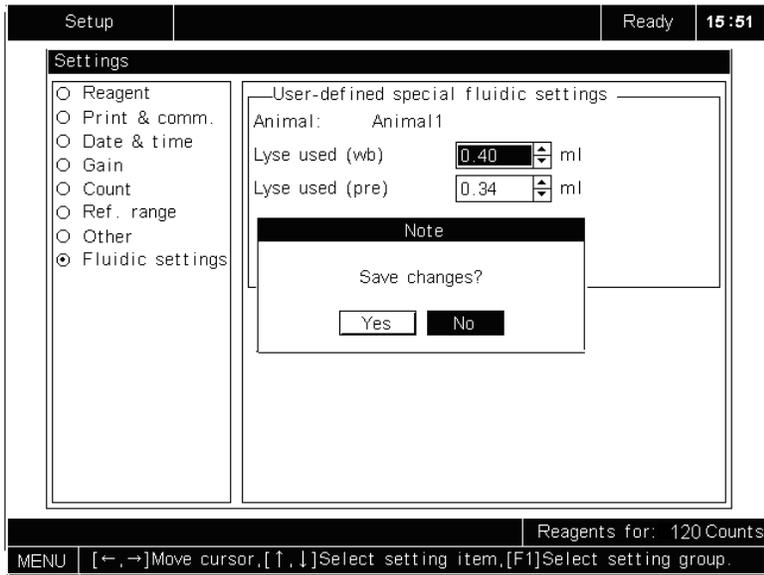

Рисунок 5-36 Сохранение изменений
2. Нажать [MENU] и появится сообщение, которое предложит Вам сохранить настройки, как показано на **рис. 5-36**. Нажмите “**Yes**”, чтобы сохранить изменения и выйти в системное меню; или нажмите “**No**”, чтобы выйти в системное меню без сохранения.